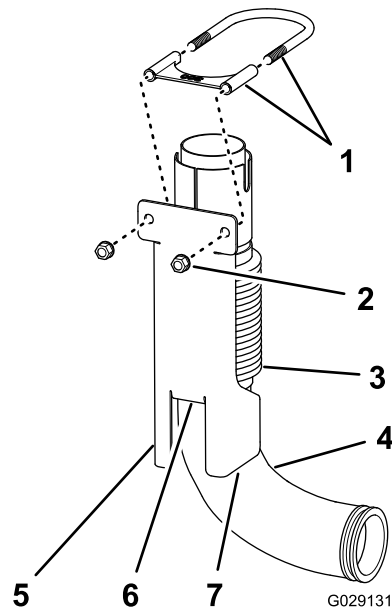

Figura 13
1. Alinhe o gabarito de alinhamento do fole junto ao novo tubo de escape do turbocompressor com a aba menor sob o fole (Figura 13).
protetor do escapamento (página 3) no gabarito de alinhamento do fole (Figura 13).
3. Alinhe o pé esquerdo do gabarito ao raio externo de curvatura do tubo e o pé direito ao raio interno de curvatura do tubo, como mostrado em Figura 13.